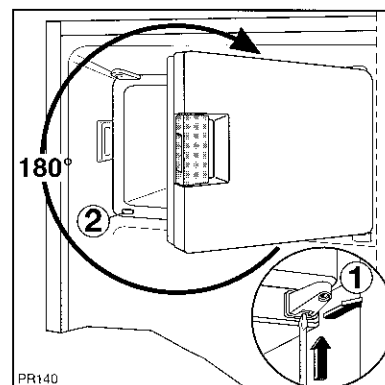

Fig. 3
Utilisez un tournevis pour décrocher le support (1), en appuyant sur le ressort à l'intérieur (Fig. 3), puis pour l'extraire de son logement, en même temps que la porte;